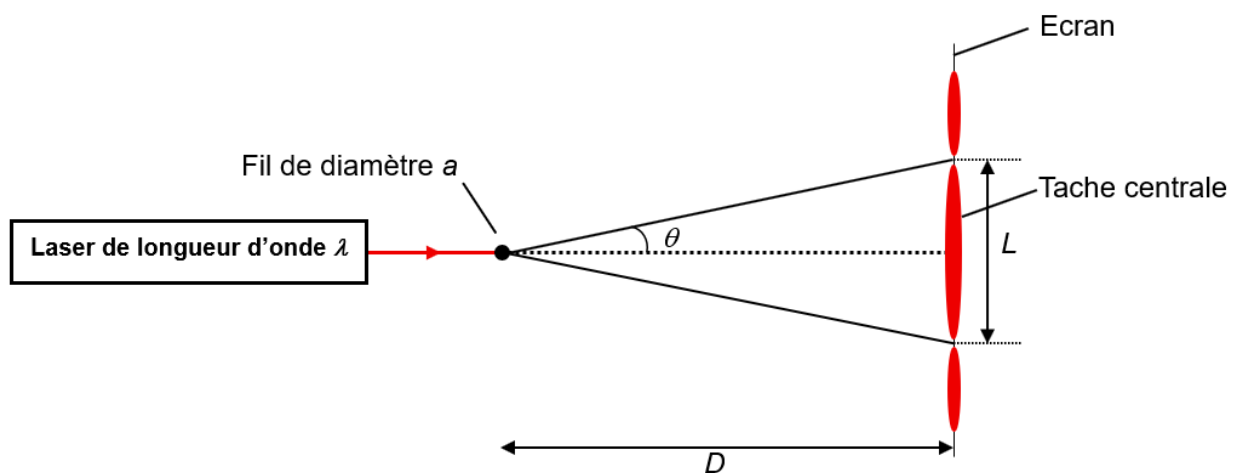

Figure 1 – Schéma de l'expérience en vue de dessus sans souci d'échelle.
On réalise le montage de la **figure 1** au laboratoire.
1. Nommer le phénomène schématisé sur la **figure 1** et le décrire succinctement.
2. À partir de la **figure 1** et des données, établir que la largeur de la tache centrale est donnée par la relation $L = \frac{2 \lambda D}{a}$.
On réalise l'expérience de la **figure 1** avec un fil de pêche. La mesure de la largeur de la tache centrale donne $L = 25 \text{ mm}$. Les autres données de l'expérience sont les suivantes :